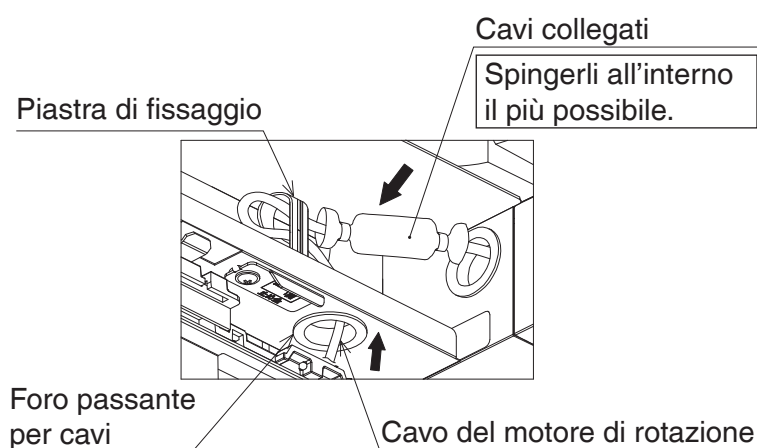

Figura 21
6. Dopo aver fatto passare i cavi del motore di rotazione attraverso il foro passante per i cavi (Fare riferimento a **Figura 21**.), far passare il cavo del motore di rotazione attraverso il tubo di vetro (grande) (4). Successivamente, collegare il cablaggio del relè (grande) (3) al cavo del motore di rotazione. (Fare riferimento a **Figura 22**.)
8. Spingere i cavi del motore di rotazione nella posizione mostrata nella **Figura 21** e fissarli con una piastra di fissaggio. (Fare riferimento a **Figura 21**.)